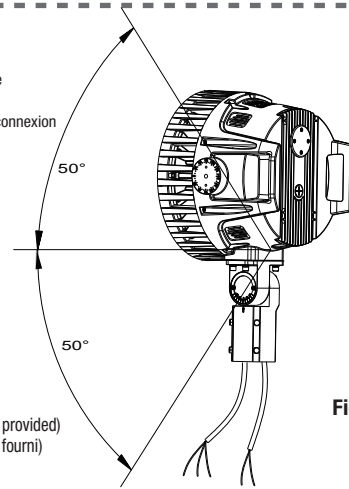

Fig. 3c
4. Unscrew the fixing bolts and remove the round cover of the slipfitter. Loosen the adjusting bolt inside the slipfitter (Fig. 3b et Fig. 3 detail) and align the luminaire to the required angle (Fig. 3c). Tighten the adjusting bolt and install the round cover using fixing bolts after the angle is confirmed (Fig. 3c).
- NOTE:** Adjustable angle is 0-90° (Fig. 3c).
4. Dévissez les boulons de fixation et enlever le couvercle rond du joint d'articulation. Desserrez le le boulon de réglage à l'intérieur du joint d'articulation (Fig. 3b et Fig. 3 détail) et alignez le luminaire à l'angle requis (Fig. 3c).
5. Serrez le boulon de réglage et installez le couvercle rond avec les boulons de fixation après avoir confirmé l'angle (Fig. 3c).
- NOTE:** L'angle réglable est de 0 à 90° (Fig. 3c).